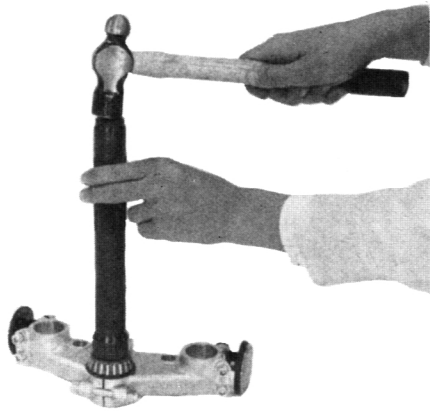

Bild 163
- Eine Staubdichtung auf die Lenksäule montieren und mit Hilfe des Spezialwerkzeugs (Treibdorn 07946–3710600) den inneren Laufring des unteren Lagers auf die Lenksäule treiben (Bild 163). Zu beachten ist, dass Lager und Lagerlaufring als Einheit ausgewechselt werden müssen.